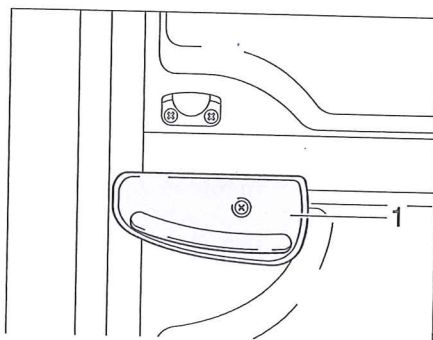

Bild 22 Låsarm på dörrns underdel
- Lås dörrns underdel. Vrid låsarmen (Bild 22,1) ett kvarts varv medurs.